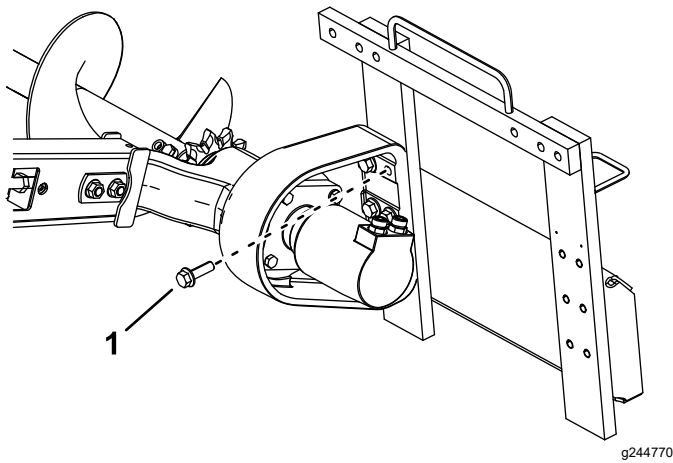

Figura 8
1. Parafuso (6)
5. Instale a cabeça na estrutura com os seis parafusos removidos previamente (Figura 8).